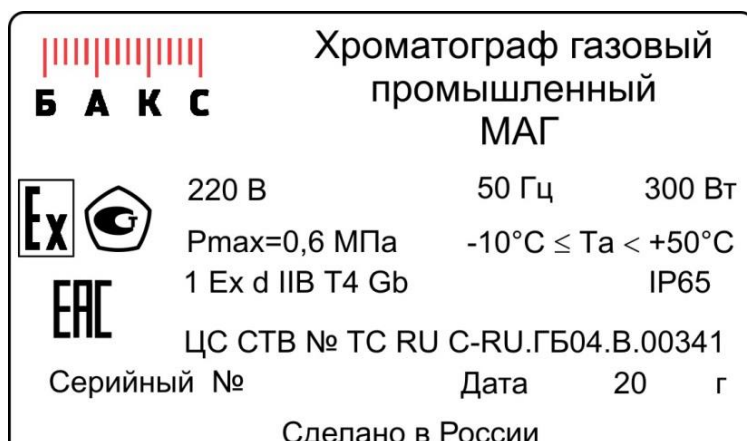

Рисунок 15. Маркировочная табличка хроматографа МАГ
1.8.1. На табличке, установленной на хроматографе (Рисунок 15), должны быть указаны: